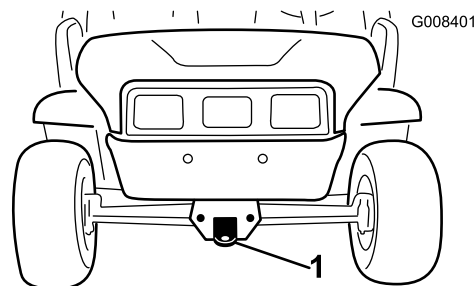
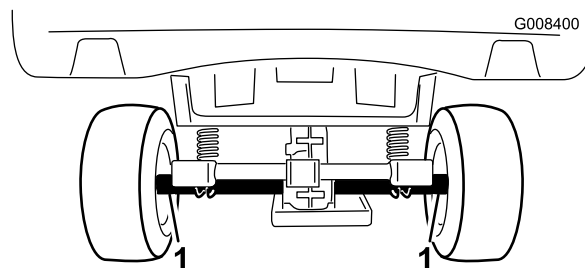

Figura 21
Figura 22
Utilize um atrelado para mover a máquina numa longa distância. Verifique se a máquina se encontra bem presa ao atrelado. Consulte a Figura 22 e a Figura 21 para localizar os pontos de fixação da máquina.
2. Ate um cabo de reboque ao garfo, na parte dianteira do chassis da máquina (Figura 21).